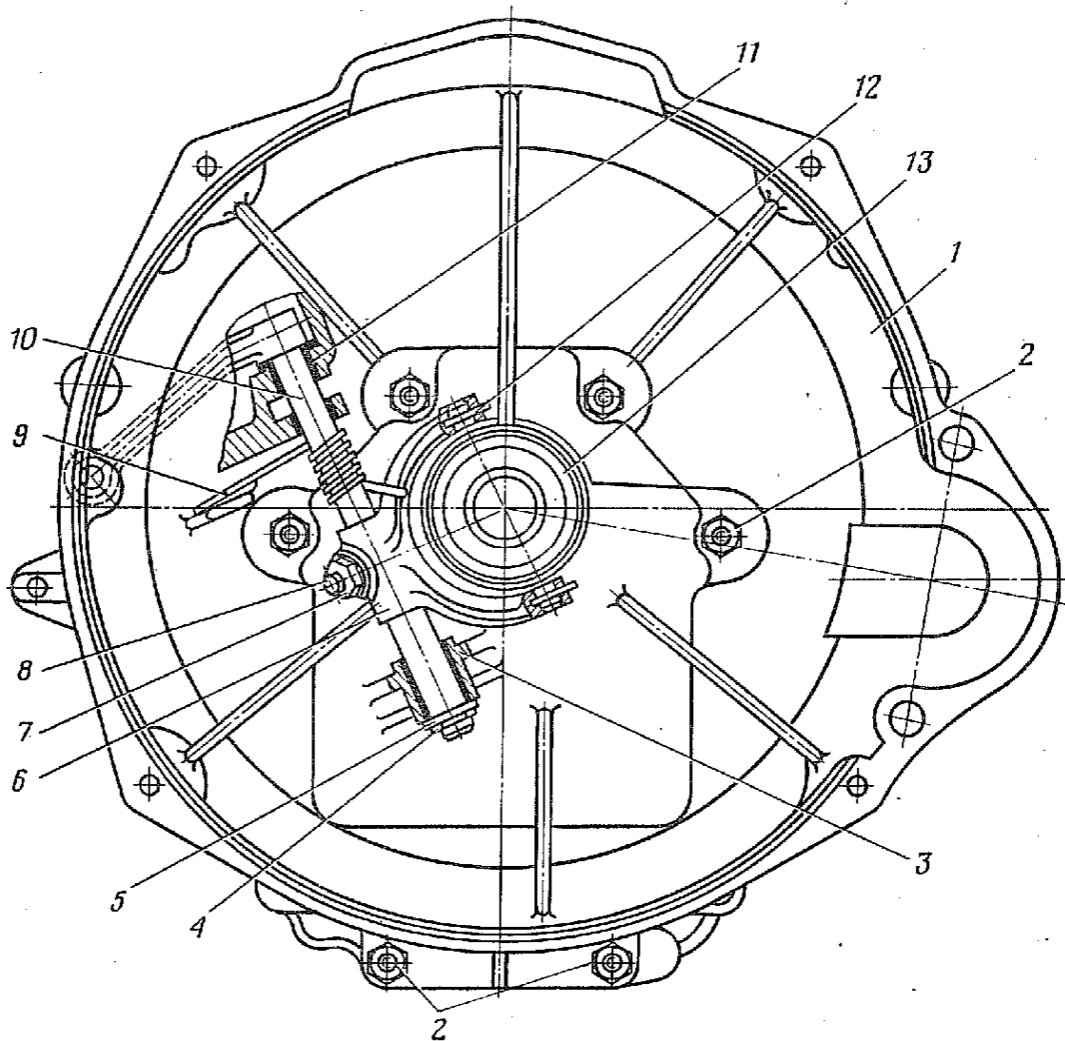

Рис. 52. Механизм выключения сцепления:
3.2. Снять соединительные звенья 12 (рис. 52) с цапф обоймы подпятника 13 и вилки 6, снять подпятник в сборе (отвертка 150×0,5).
4.2. Установить нижнюю 3 (рис. 52) и верхнюю 11 втулки в приливы картера сцепления.